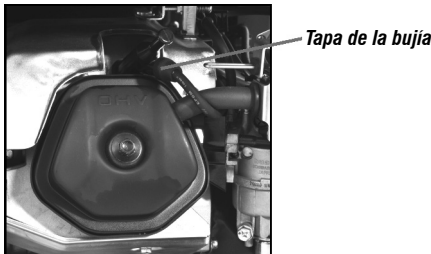

Fig. 25 – Retirando la bujía
- d. Con auxilio de una llave de bujía, retire la bujía (fig. 25);